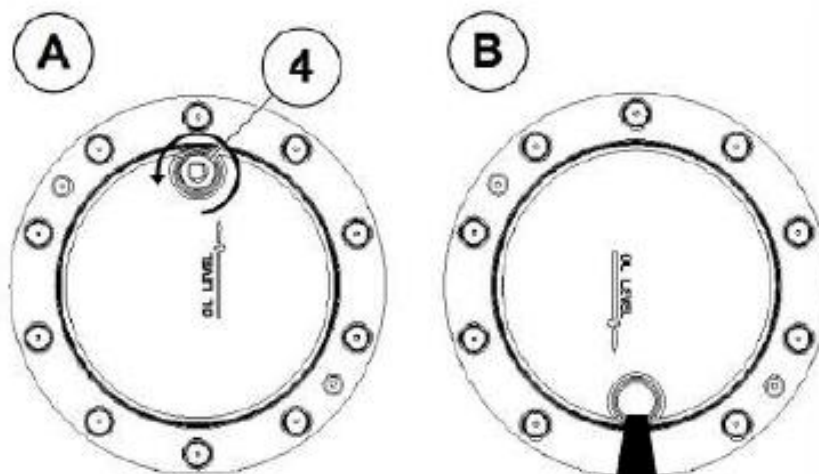

Рисунок 5.45 Сливное отверстие
- ▶ Перед сливом масла из торца колеса поверните его так, чтобы пробка 4 находилась в самом верхнем положении поз. А, и частично открутите, чтобы сбросить возможное давление см. рис. 5.45.